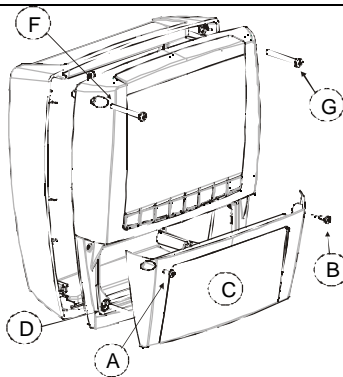

РИС. 2
8. После подключения проводов к клеммным колодкам закройте крышку (Рис. 2, с) и закрепите ее винтами.
9. После подключения проводов к клеммным колодкам закройте крышку (Рис. 2, с) и закрепите ее винтами.